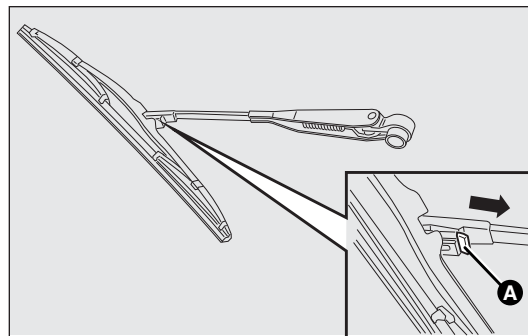

рис. 188 - Versioni porta battente
Замена щетки стеклоочистителя заднего стекла, рис. 188—189
Исполнения с распашной дверью рис. 188
- нажать фиксирующий язычок А-рис. 188 и снять щетку в направлении, указанном по стрелке.